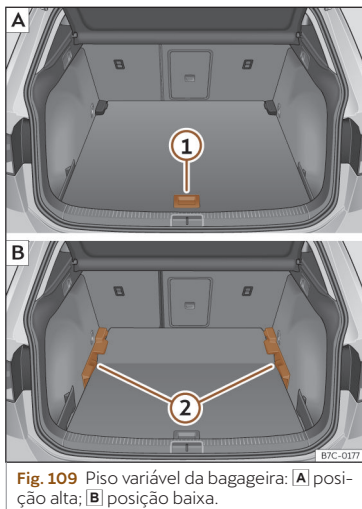

Fig. 109 Piso variável da bagageira: [A] posição alta; [B] posição baixa.
- Para passar da posição baixa para a alta, levante o piso pela pega»» **Fig. 109 ①**, puxe-o para trás até que a parte dianteira do piso baixe totalmente os suportes»» **Fig. 109 ②**.
- Desloque o piso sobre estes para a frente até que chegue ao limite no encosto dos bancos traseiros e, de seguida, baixe o piso com a peça **①**.
- Para passar da posição alta para a baixa, levante o piso pela pega»» **Fig. 109 ①**, puxe-o para trás até que a parte dianteira do piso baixe totalmente os suportes»» **Fig. 109 ②**.
- Deixe cair a parte anterior contra o piso e empurre o piso para a frente até que atinja o limite no encosto dos bancos traseiros, baixando ao mesmo tempo o piso com a peça **①**.
- Com o piso variável na posição alta, levante pela pega»» **Fig. 109 ①**, puxe-o e empurre para o encosto dos bancos traseiros até que o piso dobre pela linha da dobradiça e a parte móvel do piso assente sobre o mesmo.
- Para passar da posição alta para a baixa, levante o piso variável pela pega»» **Fig. 109 ①** e rebata-o para trás um pouco.
- Empurre o piso variável para os bancos traseiro rebatidos com a pega **①** fazendo um pouco de pressão para baixo para que a parte móvel do piso encoste os encostos aos bancos traseiros.